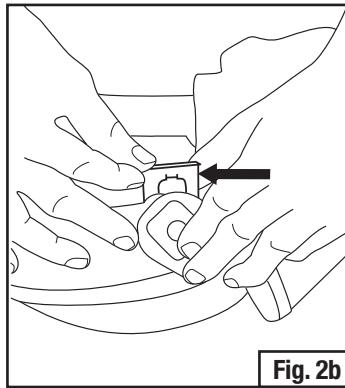

Fig. 2b
- Alinea el marco de la visera sobre las ranuras de fijación y desliza las abrazaderas metálicas de resorte en su lugar. Una vez enganchados el poste del marco de la visera y la placa posterior, el marco de la visera debe estar en posición completamente abierta o completamente cerrada antes de instalar las abrazaderas de resorte (Fig. 2b).